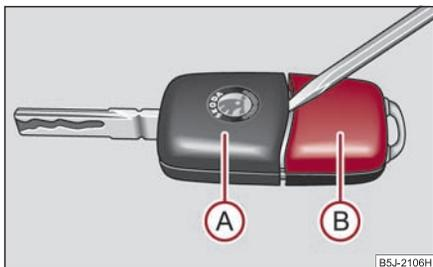

Fig. 33 Separar la llave con radiotelemando
Cada llave con mando a distancia contiene una pila que se encuentra en la tapa (B) de la carcasa del emisor ⇒ fig. 33. Le recomendamos que lleve a cambiar las pilas de la llave a un servicio oficial. No obstante, si desea cambiar usted mismo la pila usada, haga lo siguiente:
- Desmonte con cuidado la pieza de la llave (A) ⇒ fig. 33 de la carcasa del emisor (B) apalancando con un destornillador.